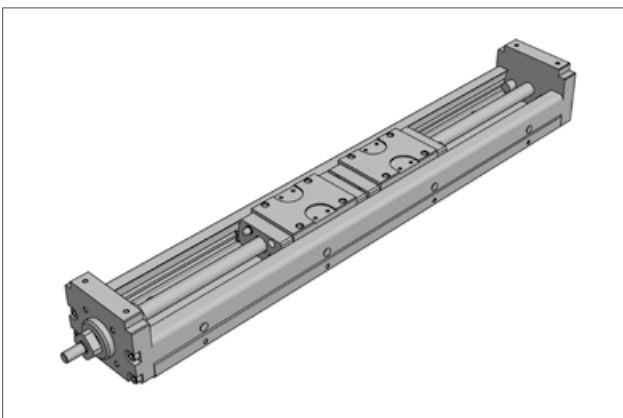

Bild 5.11 — AXBG – Profil mit Führungswagen
- U – förmiges Stahlprofil mit innenliegenden Führungswagen als Basismaterial (Bild 5.11)